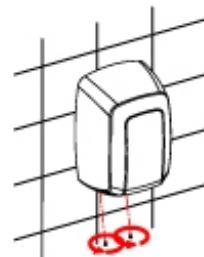

Figura 10
- Colocar los tornillos de fijación de la carcasa a la base, apretándolos con la llave especial suministrada (Figura 10).